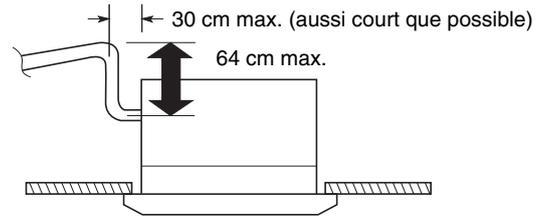

Fig. 3-40
- Si vous devez rehausser le tube d'évacuation, vous pouvez le surélever de 64 cm au maximum, pas plus, sinon vous provoquerez des fuites d'eau. (Fig. 3-40)